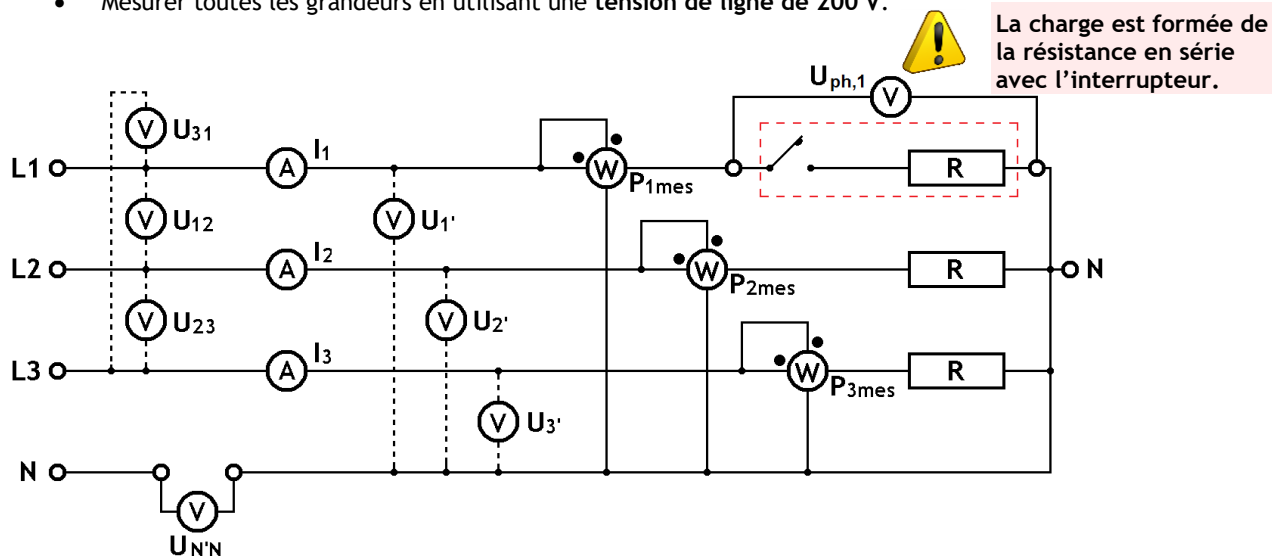

Figure 3.4 - Schéma de montage avec charge déséquilibrée en étoile, avec neutre ouvert
- Opérer les modifications de câblage afin d'obtenir le schéma de la figure 3.4.
Considérons le cas du 3e montage (figure 3.4), représenté sous forme simplifiée à la figure 3.6a ci-dessous :